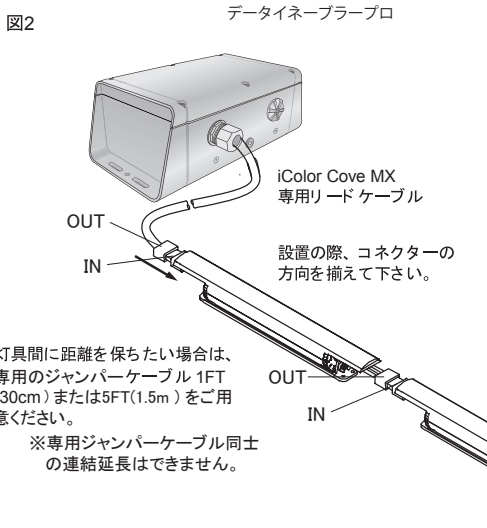

図2
1. iColor Cove MXの設置の際、灯具のINコネクターがリードケーブル(OUTコネクター)と接続されるよう、設置の方向を確認して下さい。(図2参照)
4. 各系統の末端の灯具には、専用リードケーブルに付属の終端コネクターを接続して下さい。(図2参照)